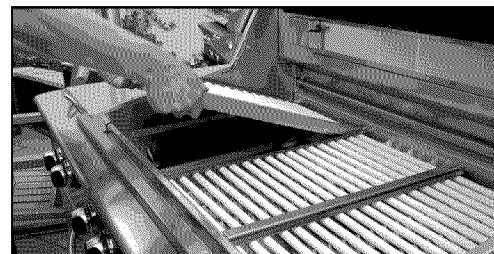

FIG. 38
5. Placez le radiant assemblé dans l'appareil (Fig. 38).